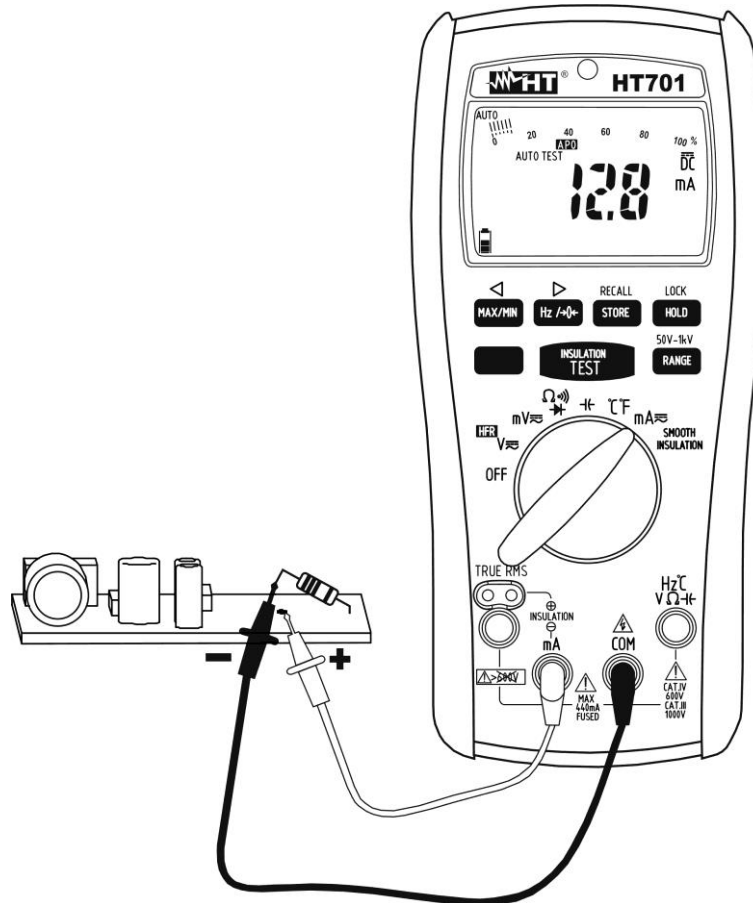

Fig. 4 : Utilisation de l'instrument pour mesure de courant DC
6. Connecter l'embout rouge et l'embout noir en série au circuit duquel on veut mesurer le courant en respectant la polarité et la direction du courant dont à la Fig. 4.
9. L'affichage du symbole « - » sur l'écran de l'instrument indique que le courant a une direction opposée par rapport à la connexion de Fig. 4.